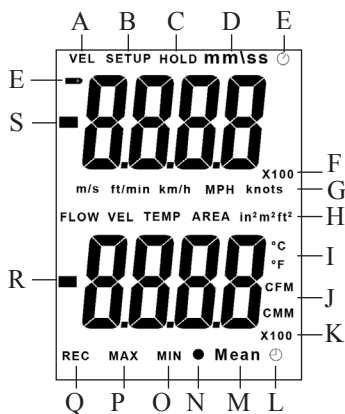

Рис. 2
- c. Нажатием кнопки **UNIT**  $\blacktriangledown$  выберите единицы измерения температуры: при каждом нажатии загорается либо индикатор  $^{\circ}\text{C}$ , либо индикатор  $^{\circ}\text{F}$  (поз. I на рис. 2).
- d. Многократным нажатием кнопки **UNIT**  $\blacktriangle$  выберите единицы измерения скорости воздушного потока. Цикл выбора следующий: **m/s, ft/min, km/h, MPH, knots** (на дисплее последовательно загораются соответствующие индикаторы – поз. G на рис. 2).
- g. Закройте датчик скорости воздушного потока колпачком 3 (см. рис. 2), чтобы изолировать его от исследуемой окружающей среды.